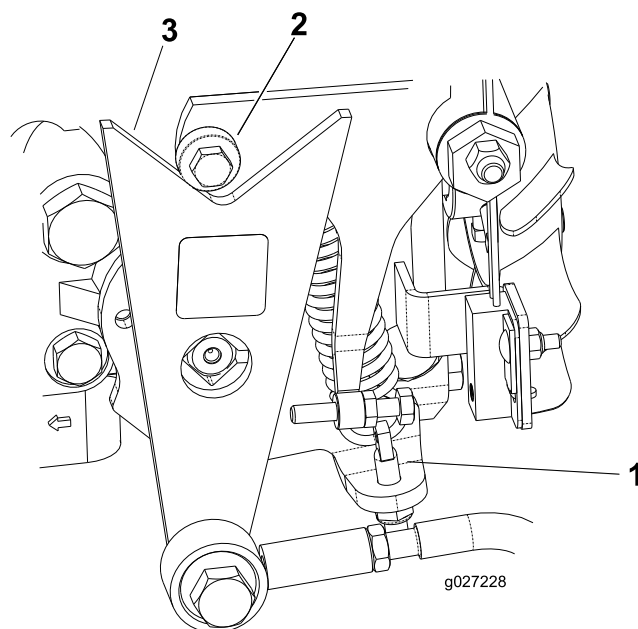

Рисунок 43
- Если колеса вращаются в правильном направлении, выключите двигатель и отрегулируйте контргайку регулировочного штифта пружины (Рисунок 43). Отрегулируйте нейтральное положение трансмиссии; см. Регулировка нейтрали тягового привода \(страница 40\).